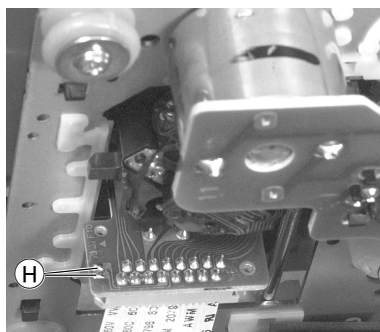

Fig. 7
- CD-Mechanik vorsichtig abnehmen. Vor Abziehen der Flexprintleitung Schutzlötstelle anbringen (**H**) kurzschließen; Fig. 7).
- Carefully remove the CD mechanics. Attach a safety solder point before disconnecting the flexprint (short circuit **H**; Fig. 7).